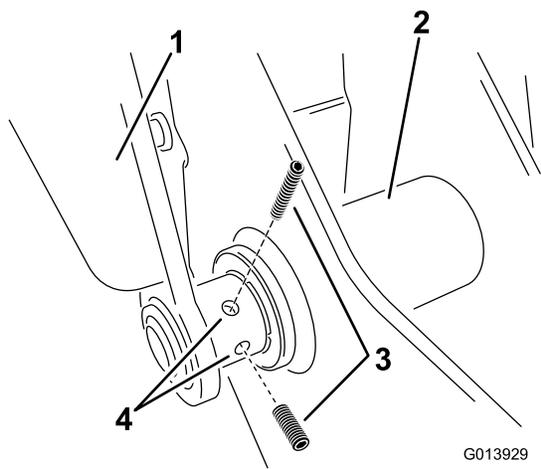

Figure 12
- I. Placez une vis sur le bras gauche au point d'articulation inférieur (Figure 12). Ne serrez pas à ce stade afin de permettre le réglage du système de berceau.